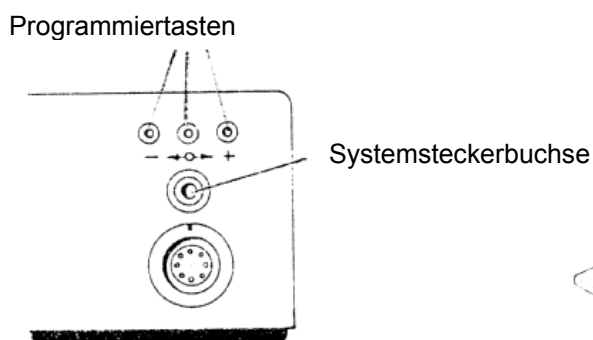
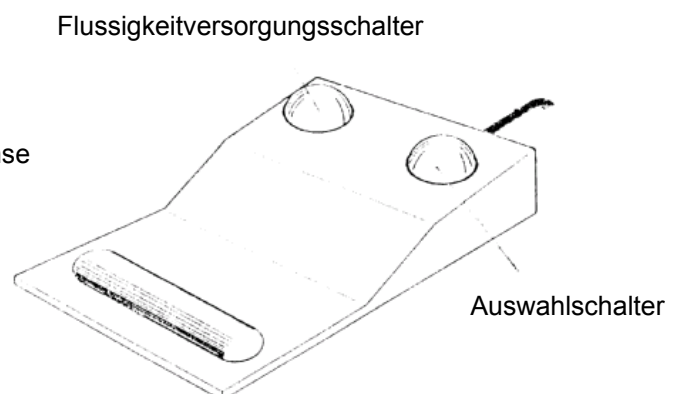

Fig.9
Fig.10
1. Stecken Sie den betreffenden Erkennungsstecker in die zugehörige Buchse (Abb.9) und starten Sie den betreffenden Programmschritt, indem Sie den Auswahlschalter auf dem Fußschalter betätigen (Abb. 10).
2. Starten Sie den Einstellungsmodus, indem Sie mit Hilfe des Programmierstiftes einmal die Programmierstaste drücken. (s. Abb.9) Der Cursor (weißer Hintergrund) auf der Anzeige zeigt nun an, daß der Drehzahlbereich (RPM) zur Einstellung bereitsteht.